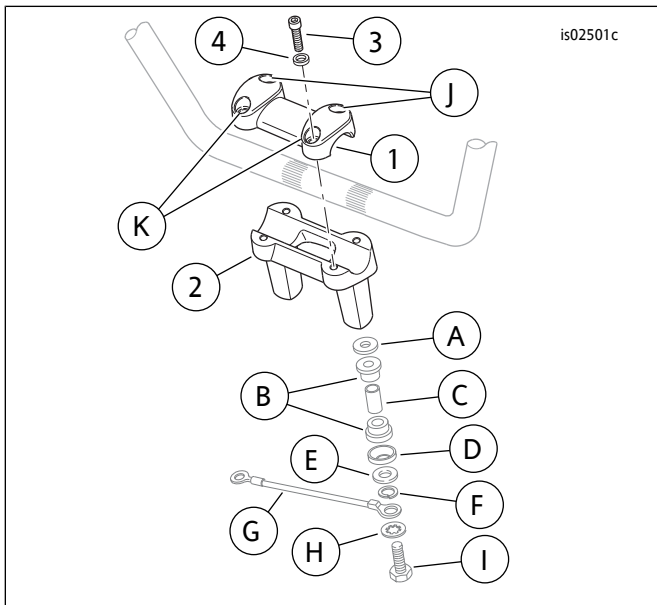

图1。维修零件：一体式Fat把手立管套件
参见图1和表1。
2. 参见图1。从上部叉支架下方拆下两个立管安装螺丝(I)。拆下立管和五金件(A至H)。记录五金件拆卸时的顺序和朝向并保留五金件以便随后安装。丢弃原装(OE)立管和立管夹具(或盖)。